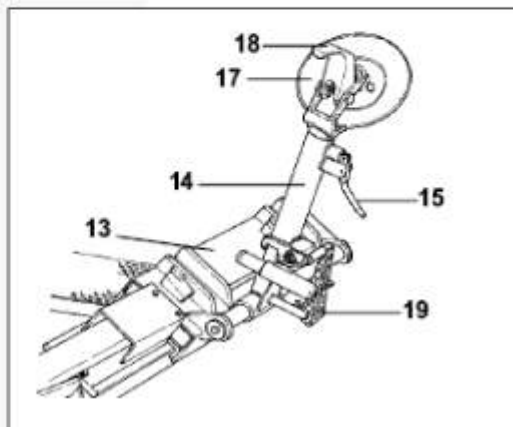

Рисунок 8
- Рычаг 15 (рис.8), который позволяет переводить кронштейн снимающего рычага крышки 14 (рис.8) из рабочего в не рабочее положение и обратно.
- Ручка 19 (рис.8), которая позволяет использовать либо отжимной ролик 17 (рис.8), либо снимающий рычаг 18 (рис.8).